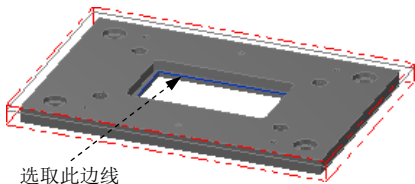
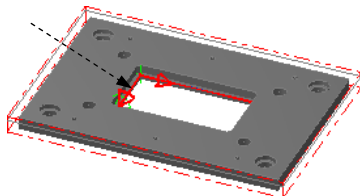

图 2.36 选取区域
图 2.37 定义区域
Step1. 选择下拉菜单 刀具路径(T) 外形铣削... (C)... 命令，系统弹出“串连选项”对话框。
Step2. 设置加工区域。在图形区中选取图 2.36 所示的边线，系统自动选取图 2.37 所示的边链，箭头方向如图 2.37 所示（若方向不同，可单击“串连选项”对话框中的 按钮调整）。单击 按钮，完成加工区域的设置，同时系统弹出“2D 刀具路径-外形”对话框。